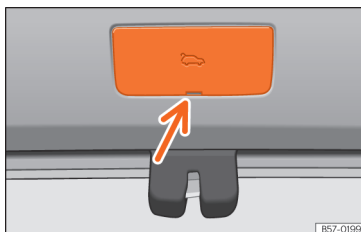

Рис. 63 Багажний відсік: доступ до механізму аварійного відмикання.
- Зніміть кришку >>> **рис. 63**, підчепивши борідкою ключа.